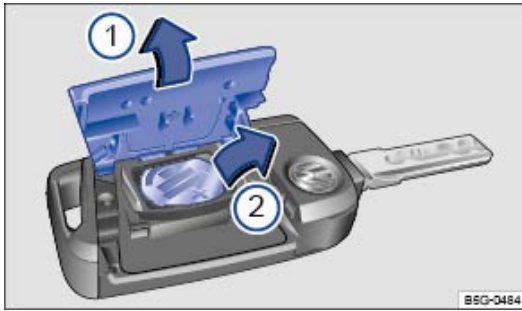

Fig. 51 Clé du véhicule : remplacement de la pile bouton
Légende de la ⇒ Fig. 51 :
- Soulevez le cache ⇒ Fig. 51 ① ⇒ ①.
- Dégagez la pile bouton dans le compartiment à pile ⇒ Fig. 51 ②.
- Insérez une pile bouton neuve dans le compartiment à pile ⇒ ②.
- Remettez le cache en place sur le boîtier ⇒ Fig. 51 ①.